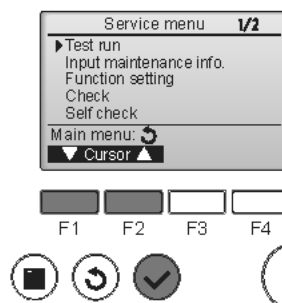

Fig. 8-1
- 1 Выберите режим "Тестовый прогон" в Сервисном меню и нажмите кнопку [ВЫБОР]. (Fig. 8-1)